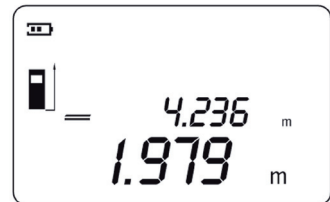

Fig. 7
8. La seconde longueur s'affiche en gros caractères dans la ligne inférieure de l'écran et le laser s'éteint (Fig. 7).